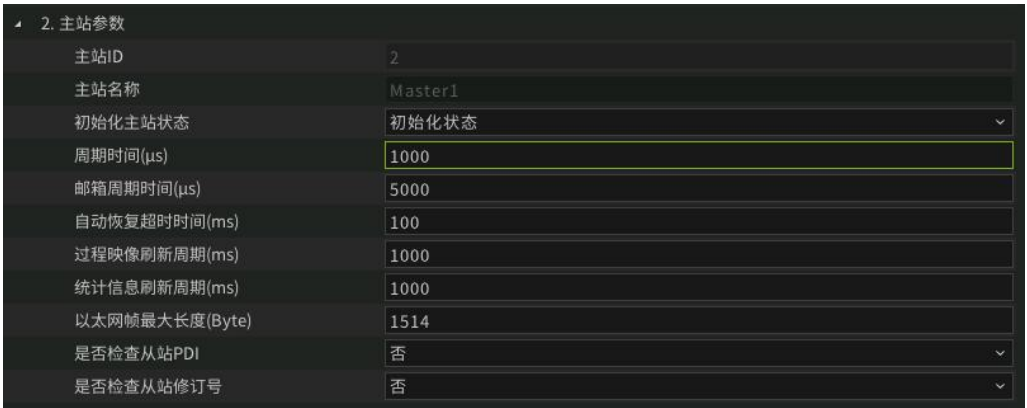

图 4.16 设置周期时间
(10) 配置 DC 时钟。双击主站节点，在主站界面设置周期时间等参数，如图 4.16 所示。